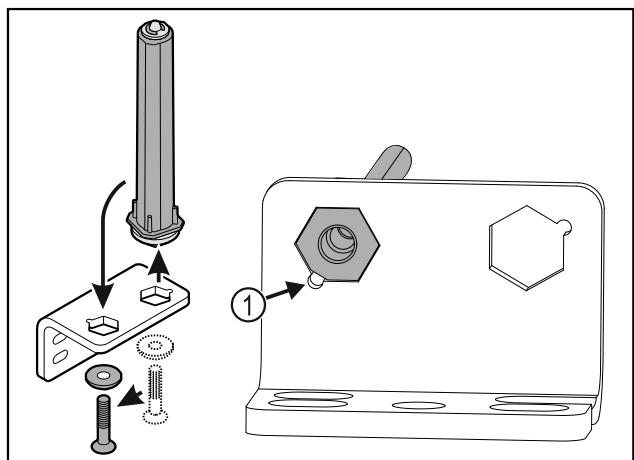

Fig. 35
- Uzmaniet, lai ievietošanas laikā tapas nošļauums Fig. 35 (1) būtu vērsts pret apaļo caurumu.